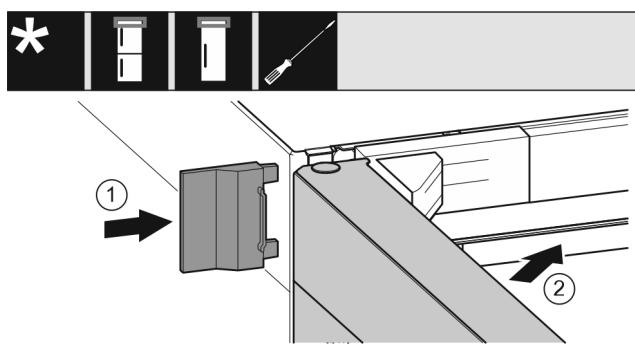

Fig. 23
- Нахлузете външния капак. Fig. 23 (1)
- Затворете горната врата. Fig. 23 (2)